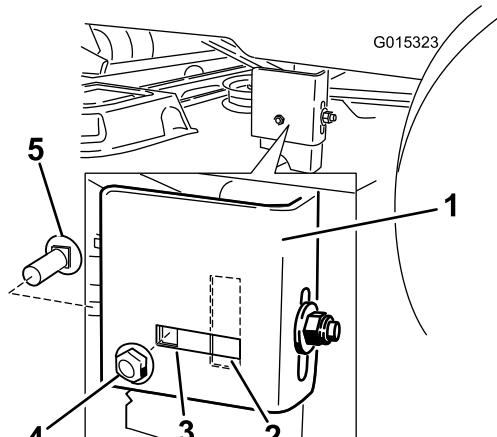

Bild 61
7. Gehen Sie zur linken Seite der Maschine. Prüfen Sie, ob die seitliche Schlossschraube in der arretierten oder geschlitzten Stellung ist (Bild 61).
- Wenn die seitliche Schlossschraube in der arretierten Stellung ist, entfernen Sie die seitliche Schlossschraube und seitlich Arretiermutter von der arretierten Stellung und setzen sie in die geschlitzte Einstellstellung ein (Bild 61).